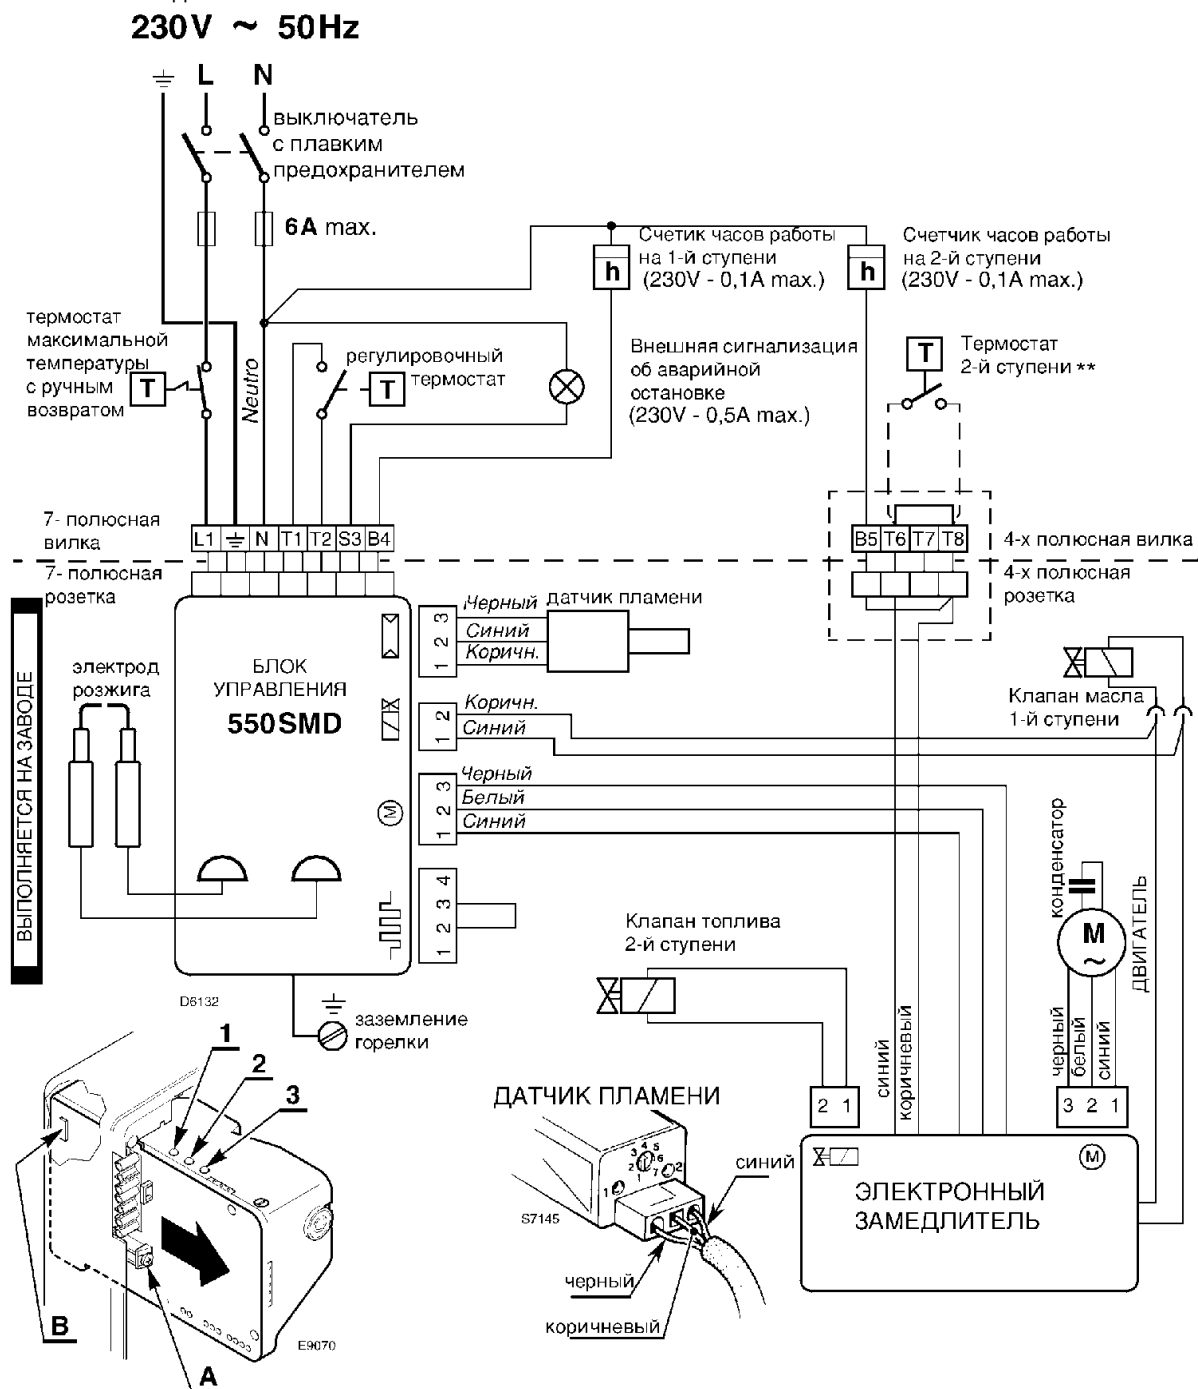

Рис. 11
- Для того, чтобы снять с горелки автомат горения, ослабьте винт (А, рис. 11) и, отсоединив все компоненты, потяните в направлении стрелки 7-штырьковую вилку с проводом заземления. При установке на место закрутите винт (А) с моментом силы 1 – 1,2 Н*м.
- Если горелка устанавливается на генератор теплого воздуха, уберите на автомате горения перемычку В (рис. 11).